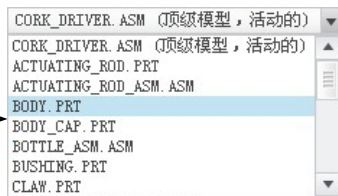

图 5.7.4 选择“活动层对象”
Step2. 系统弹出图 5.7.4 所示的模型列表，从该列表选取 BODY.PRT 零件模型。